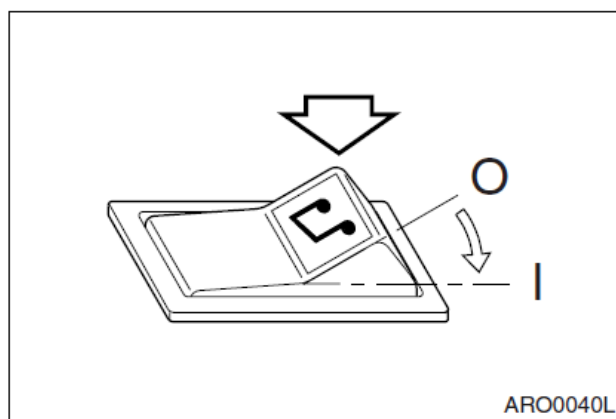

Рис. 11
- О. Если в этом положении переключатель стартера или выключатель стереомагнитолы (рис.11) находится в выключенном положении (**OFF**), стереомагнитола будет выключена, несмотря на фактическое положение "І. Кнопки включения/регулировки громкости", см. стр. 2-45.